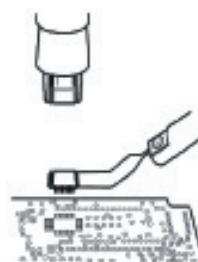

Рисунок 5
4. После того, как припой расплавится, удалите SMD компонент, подняв его проволочной вилкой (Рисунок 5).